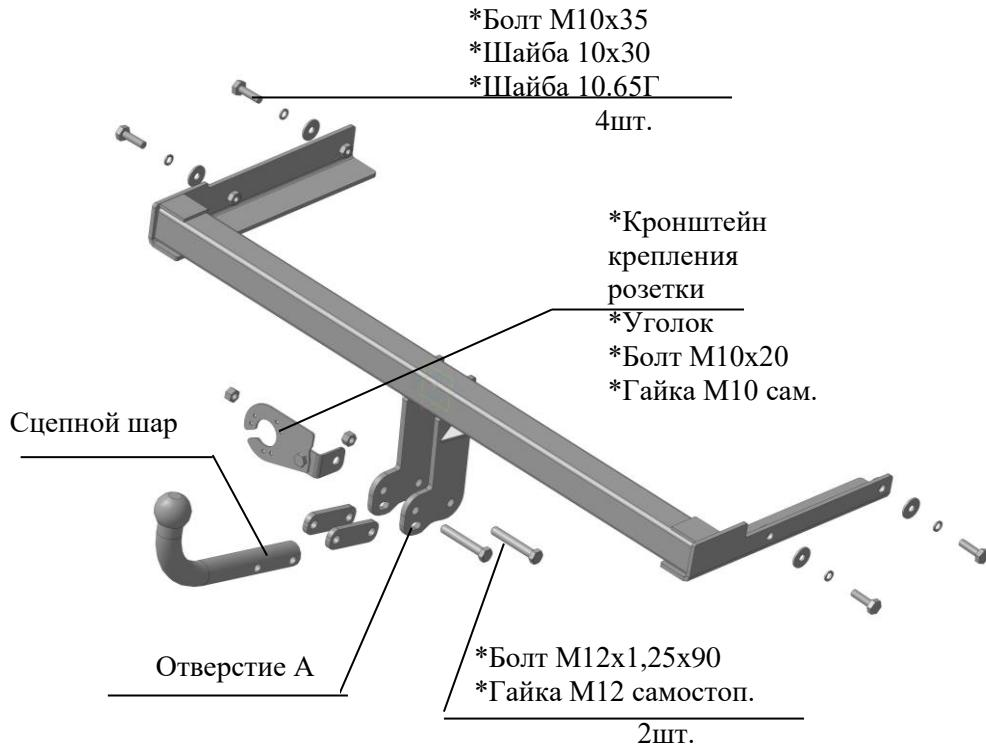

Рис.1 Тягово-сцепное устройство ТСУ 9131.
| 2.1 ТСУ 9131 в сборе (рис.1) | 1 шт. |
| 2.2 Пакет с комплектующими (см. рис.1) Защитный колпак | 1 шт. |
4.6 Установить сцепной шар и кронштейн крепления розетки (предварительно собрав кронштейн, как показано на рис.1), используя болты M12x1,25x90 и гайки самостопорящиеся.